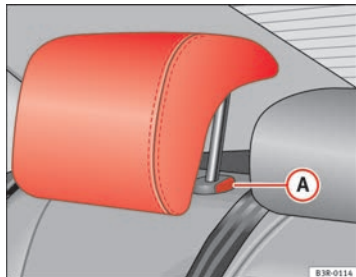

Abb. 5 Hintere Seitensitzplätze: Kopfstützen
- Drücken Sie den Knopf **A** ⇒ Abb. 5 und führen Sie die Kopfstütze nach unten.
- Drücken Sie auf die Taste **A** ⇒ Abb. 5 und ziehen Sie gleichzeitig die Kopfstütze heraus.